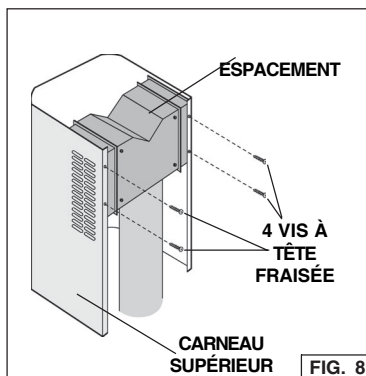

FIG. 8
9. Fixez l'espacement de recirculation au carneau supérieur au moyen de quatre (4) vis à tête fraisée (fig. 8).